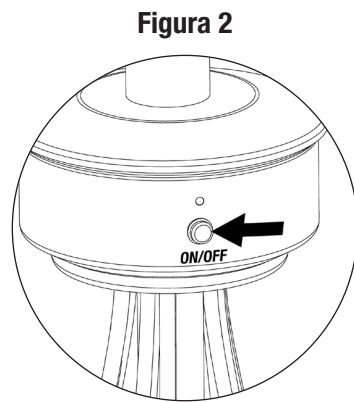

Figura 2
3. Presione el botón del interruptor (vea la Figura 2).
1. Presione en botón del interruptor (Figura 2).